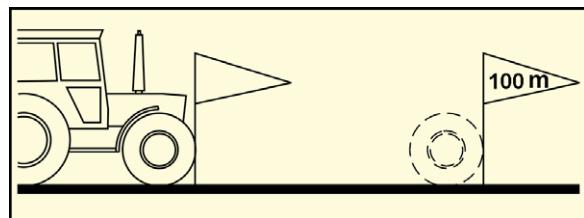

Fig. 25
- Mål opp en målestrekning på nøyaktig 100 meter. Merk målestrekningens begynnelse og slutt (Fig. 25).